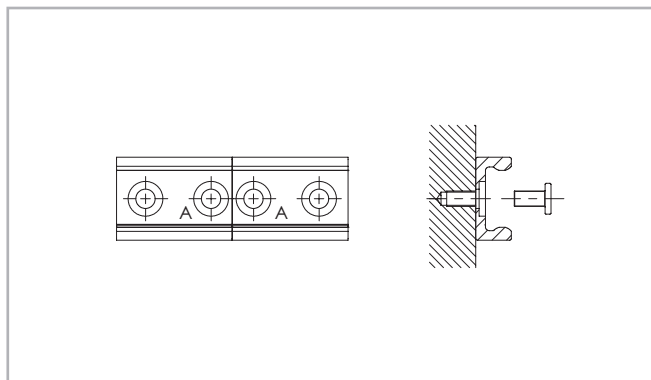

Fig. 80
- (1) Fissare le guide singole sulla superficie di montaggio serrando tutte le viti tranne l'ultima sulla giunzione.
- (2) Montare le viti di fissaggio terminali senza serrarle (vedere fig. 80).